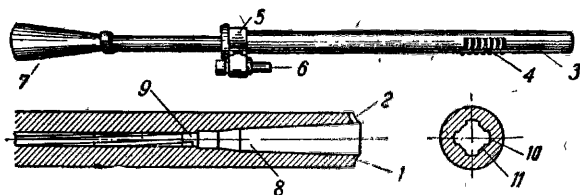

Рис. 6. Ствол:
Ствол (рис. 6) служит для направления полёта пули и для сообщения ей начальной скорости и вращательного движения на полёте.
**Пламегаситель** (см. рис. 6) служит для уменьшения пламени при стрельбе. Он состоит из шейки и раструба; шейка имеет нарезной канал для соединения со стволом и вырезы для ключа.